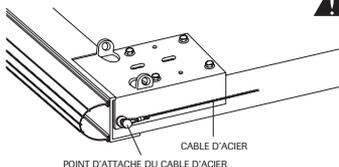
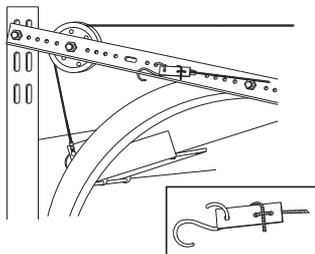
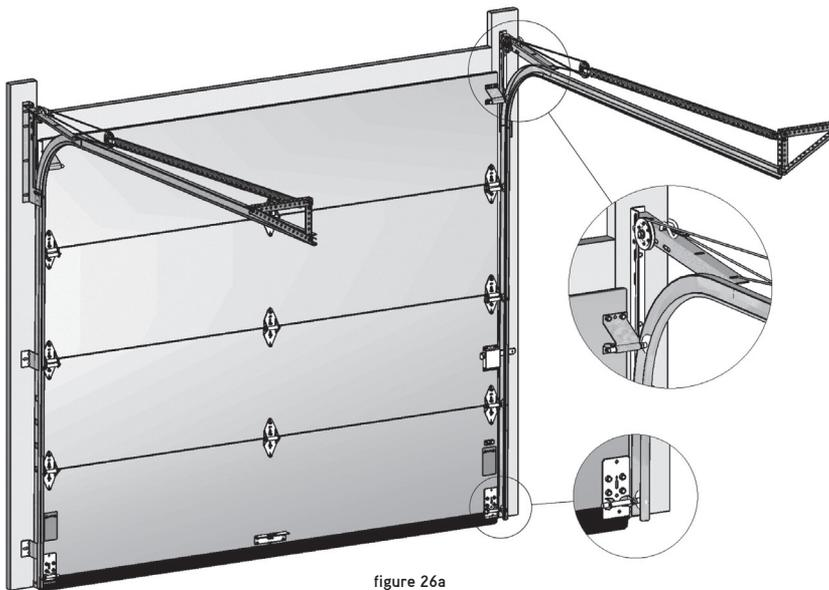

figure 25
figure 26
figure 26a
Fixez l'autre poulie au fer angle du rail horizontal avec le boulon de  $\frac{3}{8}$ " x 1-1/2" (fig. 26)
Une fois le câble d'acier fixé au support du bas (voir fig. 25), passez l'autre extrémité par-dessus la poulie fixée au haut du rail vertical, puis dans la poulie accrochée au ressort, pour finalement l'attacher (fig. 26) à l'agrafe à trois trous, elle-même attachée au fer angle perforé du rail horizontal par un crochet en «S». Tirez le câble d'acier dans l'agrafe jusqu'à ce qu'il soit bien tendu. Faire la même opération pour l'autre câble. Voir dessin (fig. 26a) pour une vue de l'installation complétée.
**Une fois la porte bien équilibrée, installez les câbles de sécurité (offerts en option avec la ferronnerie) en les passant aux centres des ressorts et en attachant soigneusement les extrémités, tel qu'illustré (fig. 26a).**
Ouvrez la porte, bloquez-la dans cette position avec la serre ou les pinces-étaux, et ajustez la tension en avançant ou reculant le crochet en «S» sur le fer angle horizontal (fig. 26). Il peut même arriver que vous ayez à modifier la position de la plaque de retenue en la glissant dans l'une ou l'autre direction sur le câble d'acier pour atteindre la tension requise.